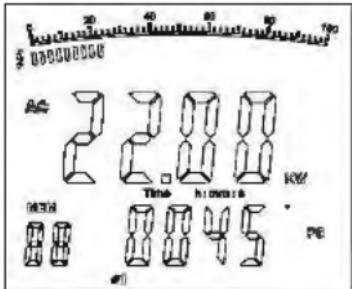

Рис. 7
1. Нажать кнопку **SEL**, чтобы выбрать первую фазу **Ф1**, см. рис. 7. На двухуровневом экране отображается активная мощность кВт и значение PG (угол фазы) первой фазы 1.